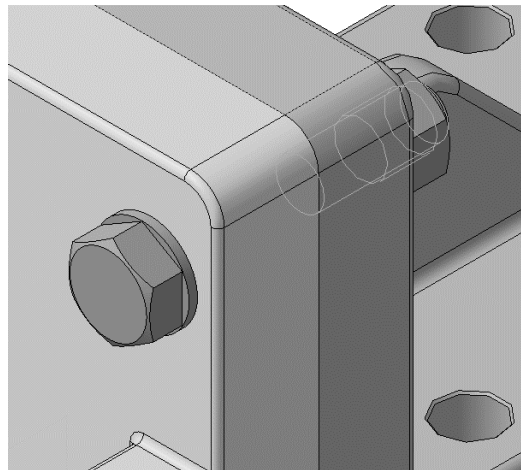

Рис. 116. Результат добавления болтового соединения
10.3.13 Нажмите кнопку **Применить** в нижней части окна. Болтовое соединение будет добавлено в модель (рис. 116).